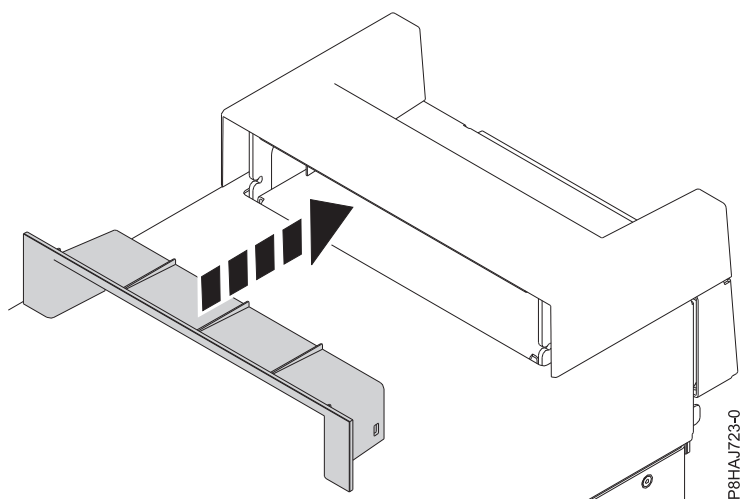

図 37. 8286-41A スタンドアロン・システムのハンドル・カバー内の断片の差し込み
2. ハンドル・カバーの断片をしっかりとハンドル・カバーに押し込んで、断片をハンドル・カバー内に差し込みます (60 ページの図 37 を参照)。